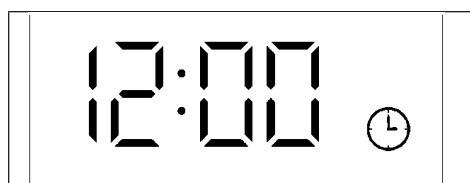

Figura 1: Modalità di stand-by iniziale
- Nello stato di spegnimento, il pulsante o la manopola KB1 possono passare allo stato di stand-by, che visualizza l'orologio di sistema in tempo reale e l'icona dell'orologio. (ciò che viene visualizzato è mostrato nella figura 1)